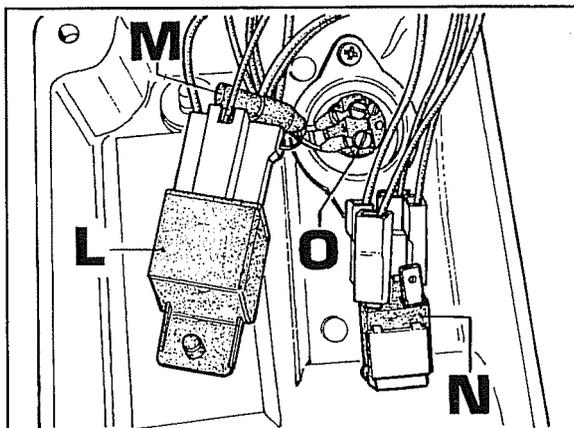

Fig. 9
5. Si de lo contrario, del puente antes citado no se detecta ninguna medición de corriente, será necesario controlar con un tester el buen funcionamiento el interruptor de subida y descenso **N**, del relé **L**, del diodo **M**, del interruptor de seguridad **O** ilustrados en la fig. 9, situados bajo el relativo soporte montado sobre el guardabarros derecho de la plataforma.